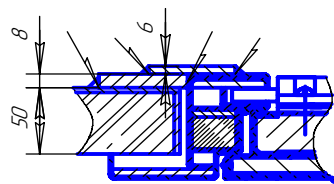

Рис.2
- 5.5. Монтаж двери в строительный проём стены, выполненной из сталебетонных панелей производства «ДВК Плюс» выполняется как показано на рис.2.